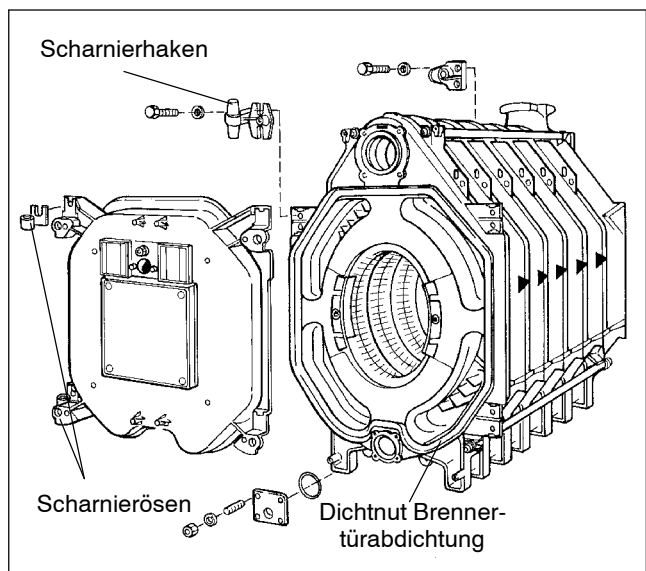

Abb. 22
- Einige Tropfen Kleber (Mat.-Nr.: 422841) im Abstand von 15 bis 20 cm in die Dichtnuten um die Öffnungen von Brennraum und Heizgaszügen am Vorderglied einbringen (Abb. 22).
- GP-Dichtschnur in die Dichtnut am Vorderglied einlegen (Abb. 22).
- Die Scharnierhaken entsprechend Abb. 22 (Rechtsanschlag) mit je 2 Maschinenschrauben M 12 x 55 am Vorderglied anschrauben. Für Linksanschlag entsprechend auf der linken Seite anschrauben.